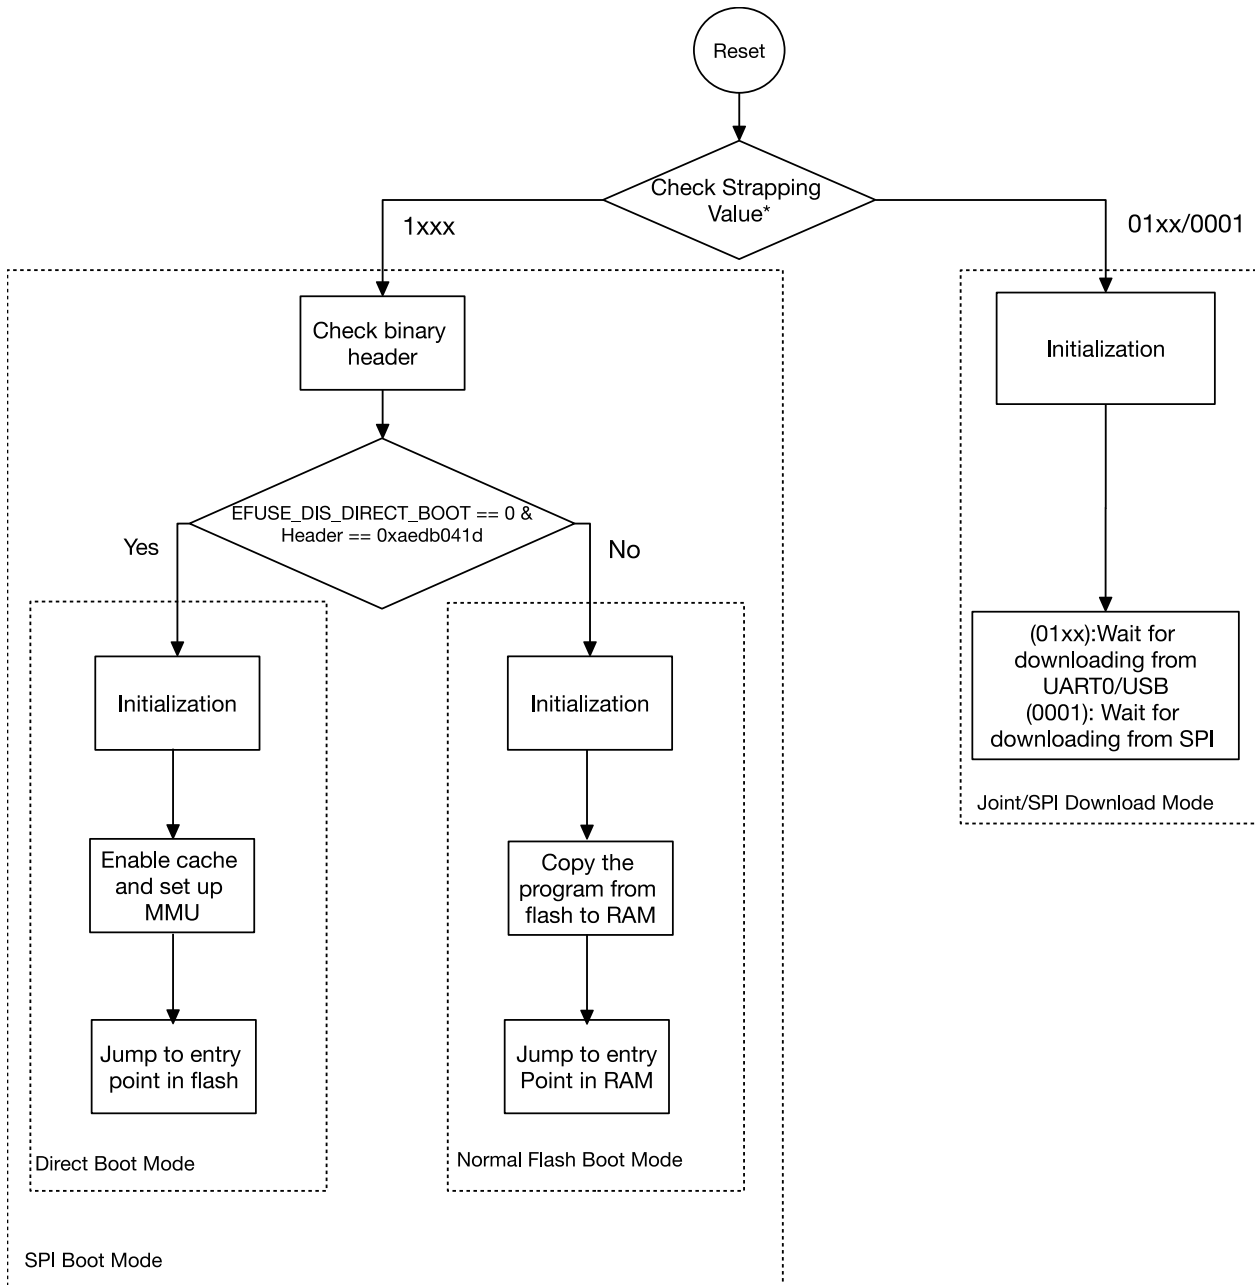

图 7.3-1. 芯片启动流程
- 直接启动方式: 不支持安全启动，程序直接从 flash 中运行。如需使能这一启动方式，请确保下载至 flash 的 bin 文件其前两个字为 0xaedb041d。详细的启动流程，见图 7.3-1。
芯片启动的具体流程见图 7.3-1。